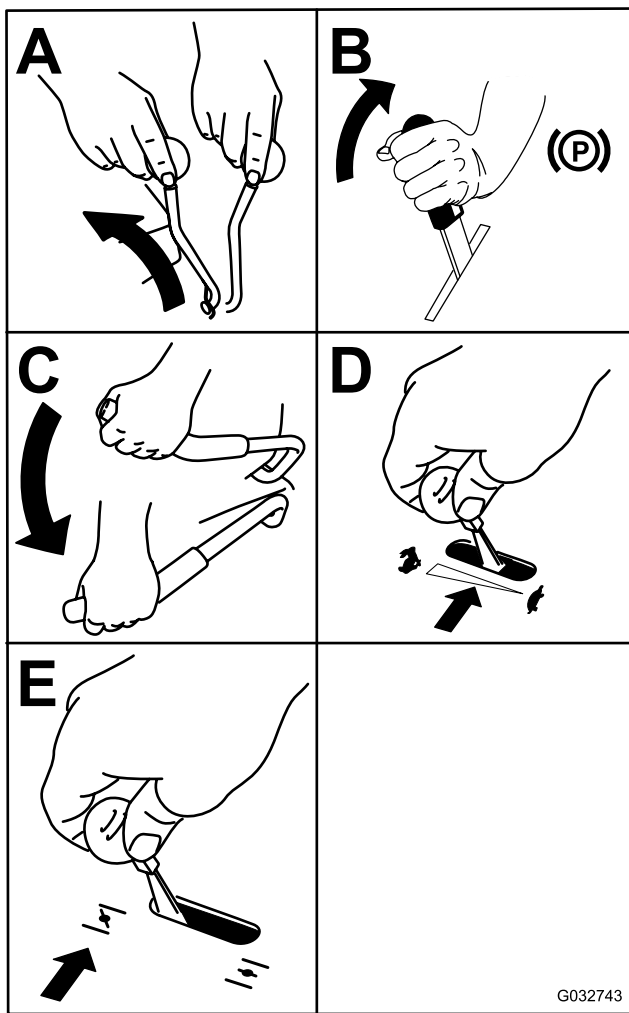

Figura 23
3. Mueva la palanca de la TDF a DESENGRANADO (Figura 23).
6. Gire la llave a la posición de ARRANQUE (A). **Figura 23** Cuando el motor arranque, suelte la llave.